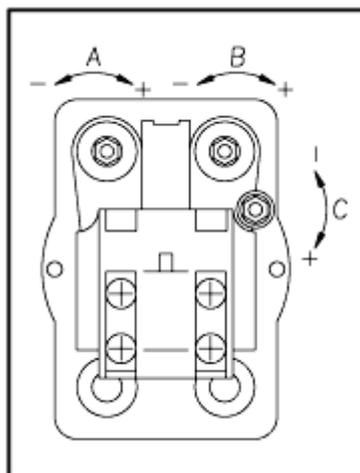

Рис. 7.45
- проверьте автомат давления (рис. 7.45). Снимите крышку с автомата давления. Для регулировки максимального давления вращайте винты "А" и "В".